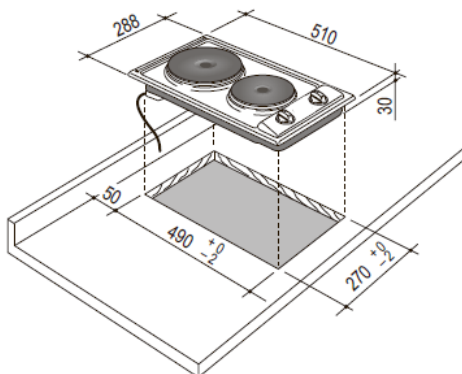

Fig. 1.1
A fim de instalar o tampo do fogão na cozinha, tem de se fazer um furo com as dimensões mostradas na fig. 1.1 tendo em consideração o seguinte:
- o tampo do fogão deve estar a uma distância não inferior a 50 mm da parede traseira (fig. 1.1);